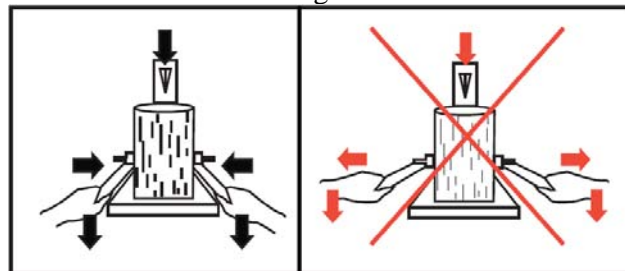

Abb. 17: c) Halteklammern am Holzstück
c) Halten Sie den Holzabschnitt mit den Halteklammern fest (Abb. 17).